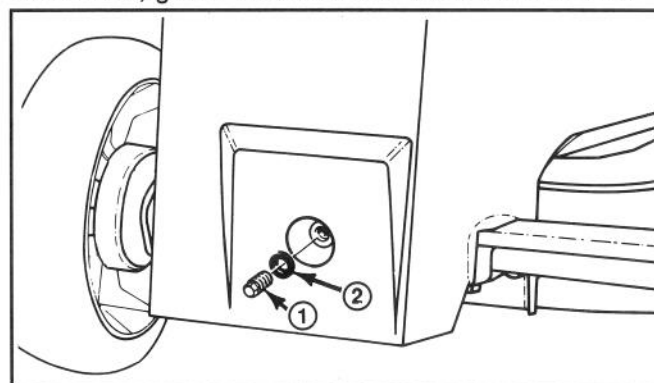

Abbildung 28
5. Greifen Sie zwischen die Deckplatte und das Getriebegehäuse und reinigen Sie um den Getriebebestopfen und die Dichtung (Abb. 28). Entfernen Sie Stopfen und Dichtung. Achten Sie auf Öl das heraustropft. Tropft Öl heraus, bringen Sie den Stopfen und die Dichtung schnell wieder an, da der Ölstand korrekt ist. Wenn nicht, geben Sie Getriebeöl zu: siehe Schritt 6.